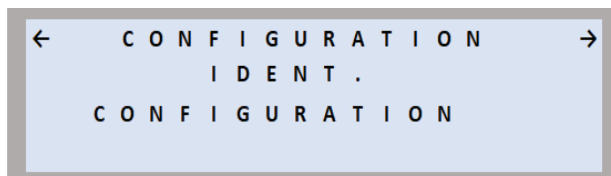

Figure 65
- Une fois prêt, appuyez sur  pour accepter les paramètres et revenir à l'écran de la Configuration de la plaque signalétique (voir Figure 65).